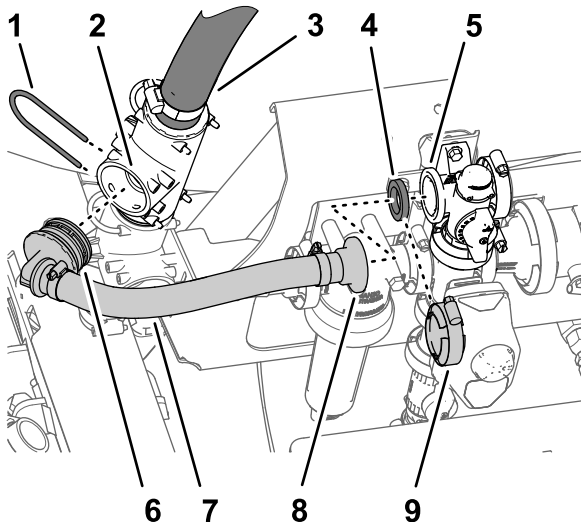

Figure 8
1. Alignez le raccord à 90° cannelé du flexible de dérivation d'agitation et l'orifice ouvert dans le raccord en T supérieur, et insérez le raccord à 90° jusqu'à ce qu'il soit parfaitement engagé dans le raccord en T (**Figure 8**).
2. Fixez le raccord à 90° cannelé au raccord en T à l'aide de l'étrier (**Figure 8**) que vous avez retiré à l'opération 2 de **Débranchement des flexibles** (page 4).
3. Alignez le raccord droit à bride du nouveau flexible de dérivation d'agitation et son joint sur la bride de la vanne de dérivation (**Figure 8**).
4. Fixez le raccord droit à bride et le joint sur la vanne de dérivation à l'aide du collier bride (**Figure 8**) que vous avez retiré à l'opération 2 de **Débranchement des flexibles** (page 4).